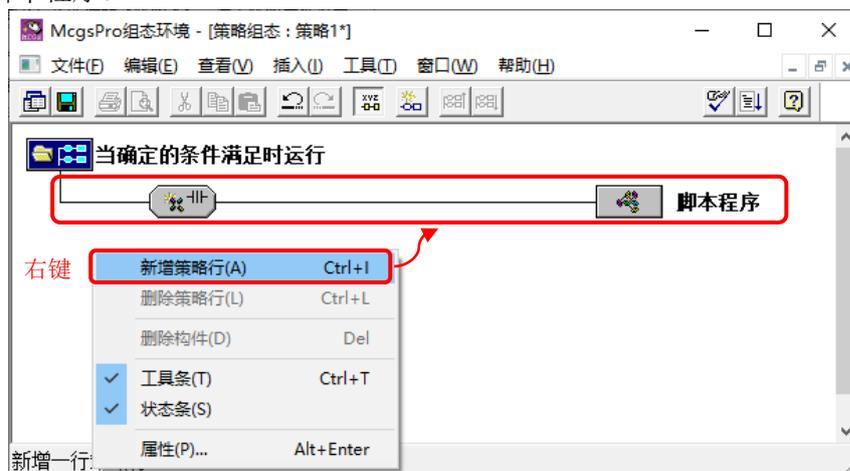

图 2.5-5 新增策略行
- ⑥ 如图 2.5-5，在策略组态界面空白处点击【右键】→【新增策略行】。“策略 1”满足触发条件，将执行策略行中的脚本程序。